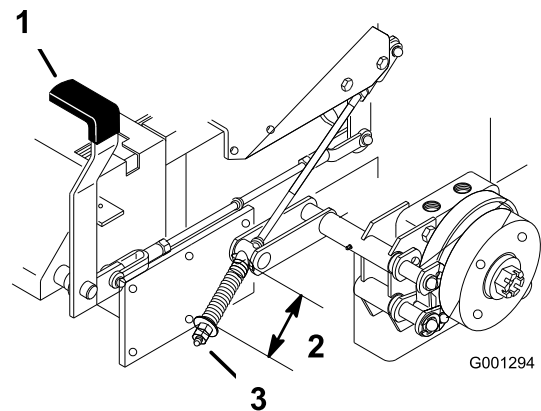

Bild 85
2. Messen Sie die Länge der Feder (Bild 85).
3. Falls Sie eine Einstellung vornehmen müssen, lösen Sie die Feststellbremse, lockern Sie die Klemmmutter unterhalb der Feder und ziehen Sie die Mutter direkt unter der Feder an (Bild 85).